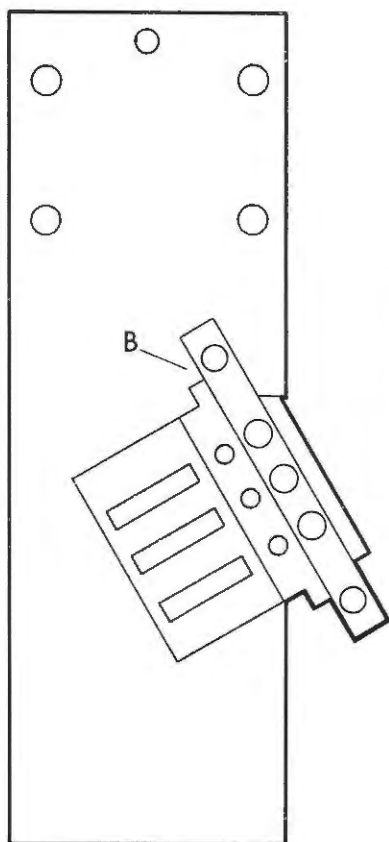

Figura 6
La figura 6, muestra cómo debe iniciarse la introducción del conjunto en el taladro del soporte frontal de mandos.
Tome el sintonizador y colóquelo en el taladro rectangular A del soporte metálico, tal y como indica la figura 6, introduciéndolo un poco inclinado por la parte superior B, hasta que esté to-
La figura 6 de la SEGUNDA FASE aclara cualquier posible duda relacionada con el conexonado del zócalo (ZY) de las bobinas deflectoras.